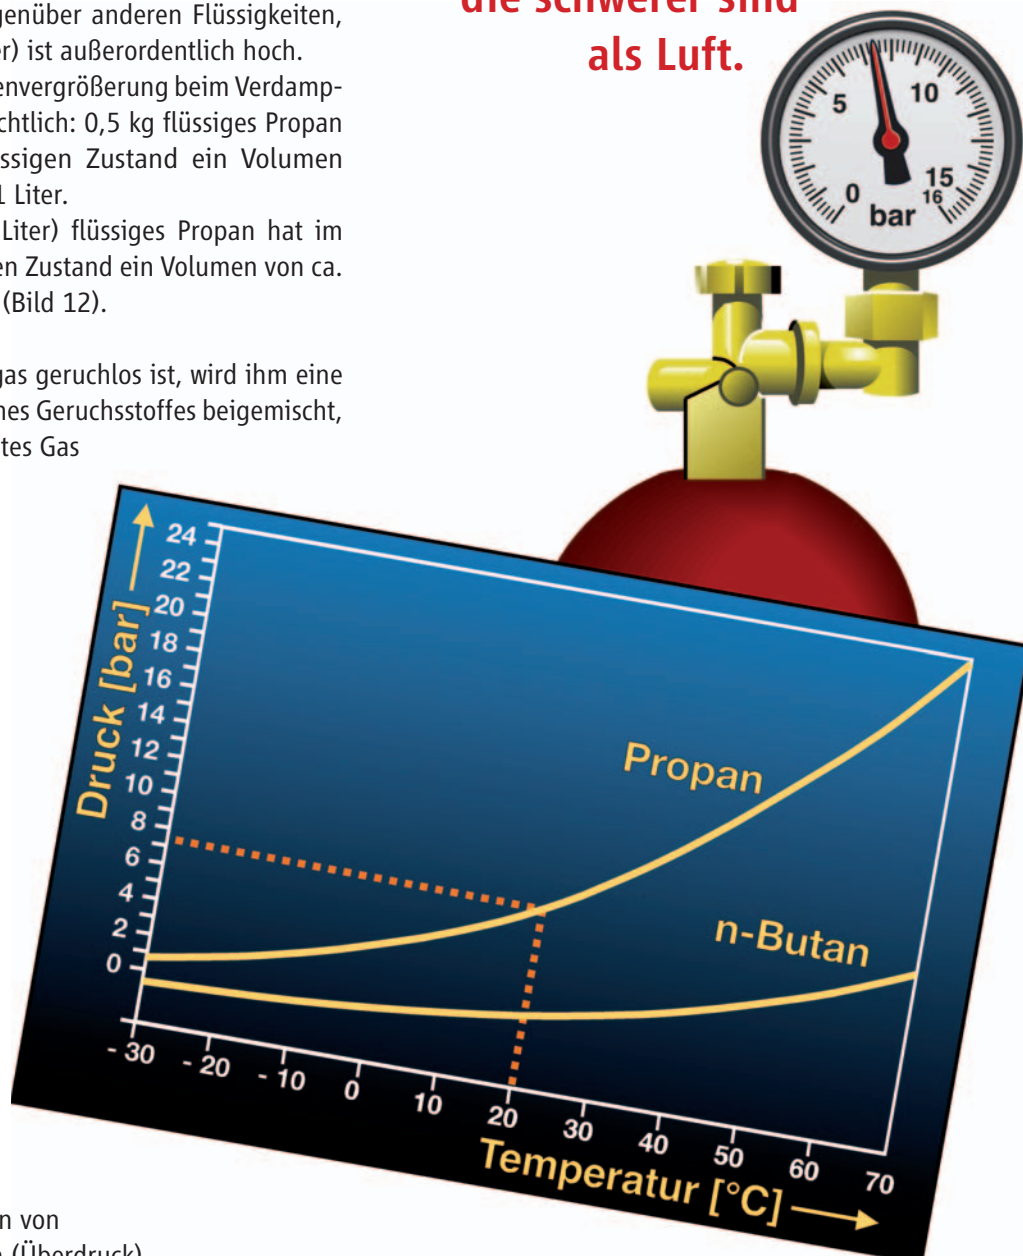
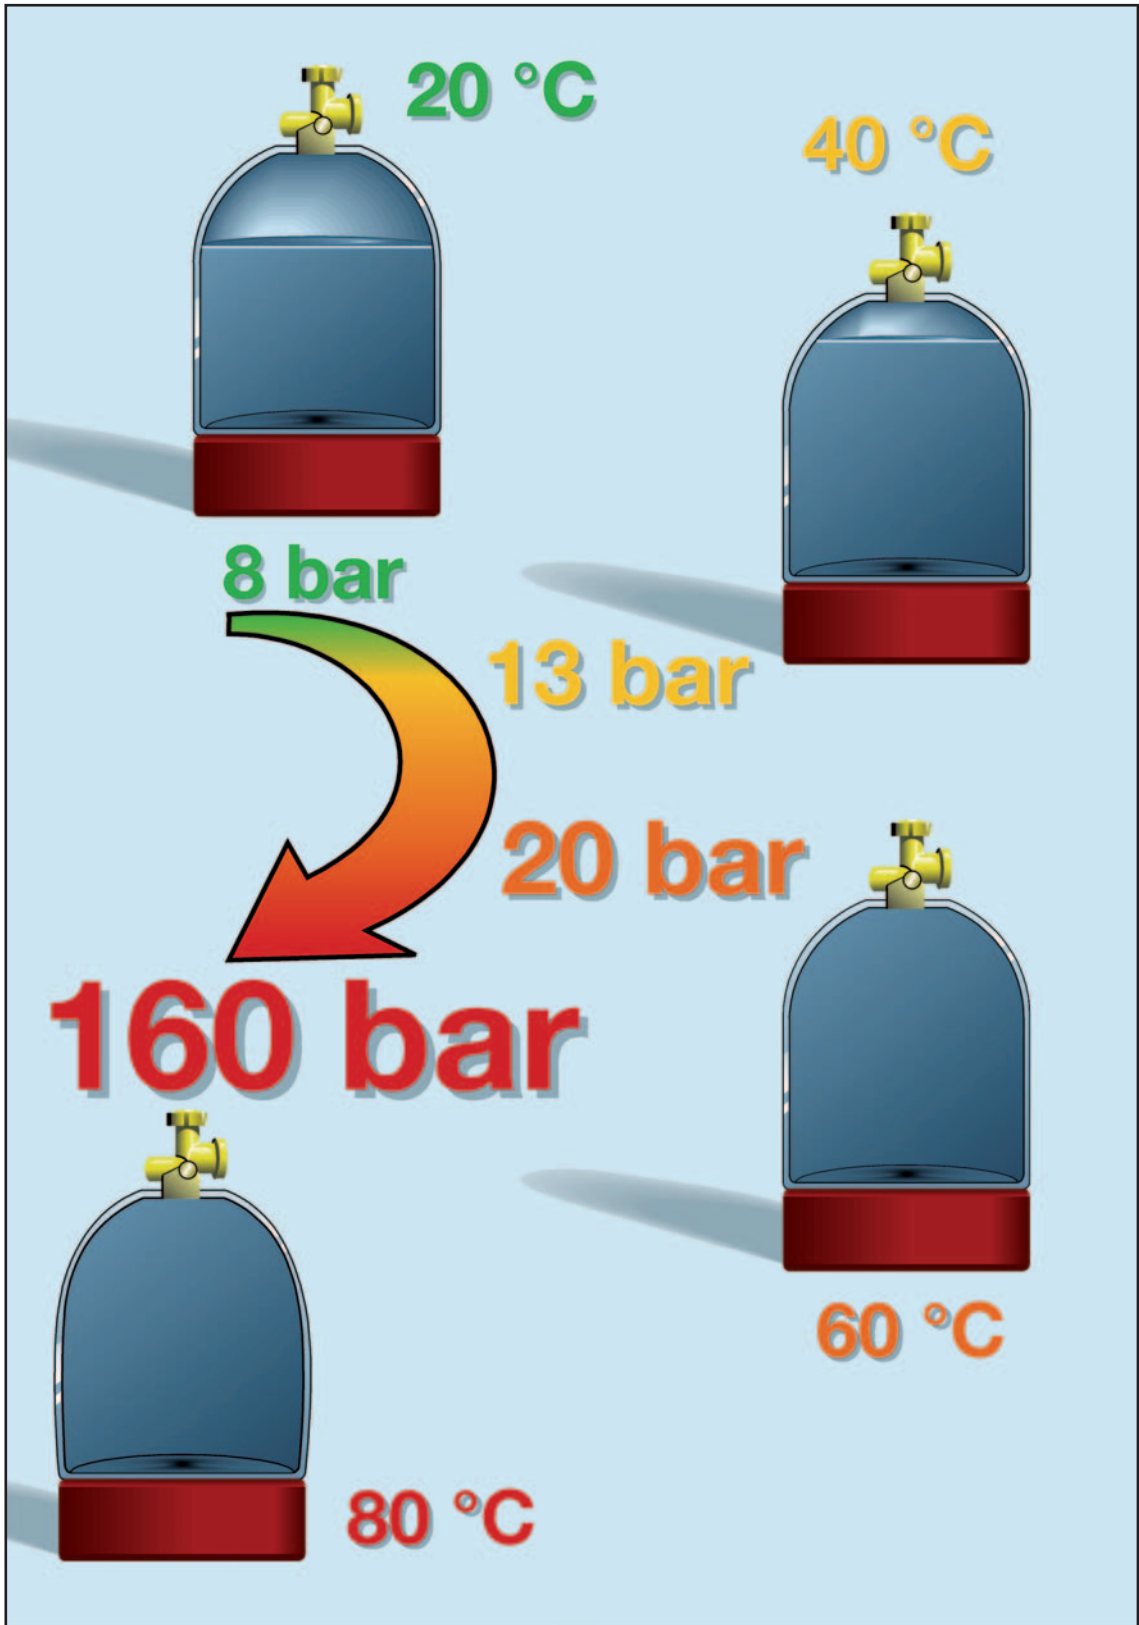

Bild 10:
Bild 11:
- Der Druck in Druckgasbehältern für Flüssiggas wie Tanks oder Flaschen ist temperaturabhängig (vgl. Dampfdruckkurven, Bild 10). Der Überdruck von Propan beträgt bei 20 °C ca. 7,4 bar - bei 50 °C beträgt der Überdruck ca. 16,3 bar! Starkes Erwärmen der Behälter (z. B. durch Brandeinwirkung von außen oder durch eine Behälterinnenheizung) führt zu einer massiven Druckerhöhung im Behälter (siehe Bild 11 und 15).